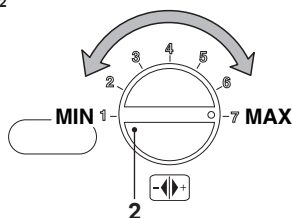

Figura 7.6
- Ruotare la manopola settaggio caldaia 2 al massimo Figura 7.6 e verificare il valore di CO_2 .